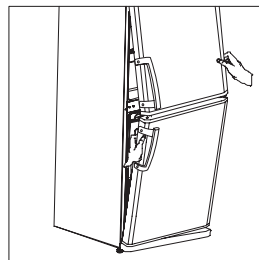

Рис. 2
2. Снимите дверцы холодильной и морозильной камер с корпуса прибора, потянув их вперед вместе с центральной петлей. (Рис. 2)